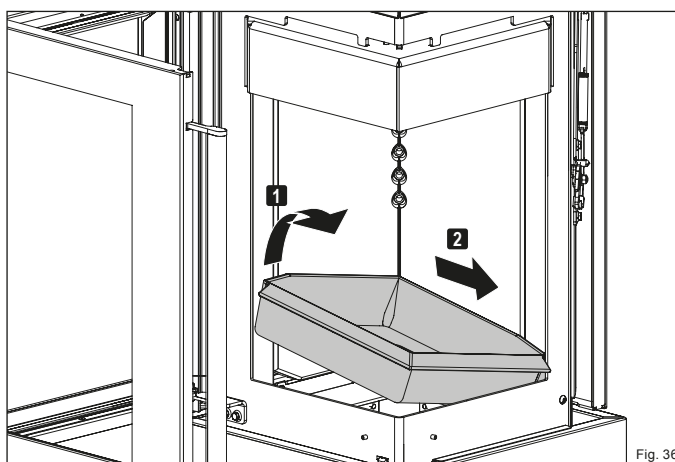

Fig. 36
- Tournez la grille foyère sur le bord droit et retirez- **1** la du foyer **2** (Fig. 36).